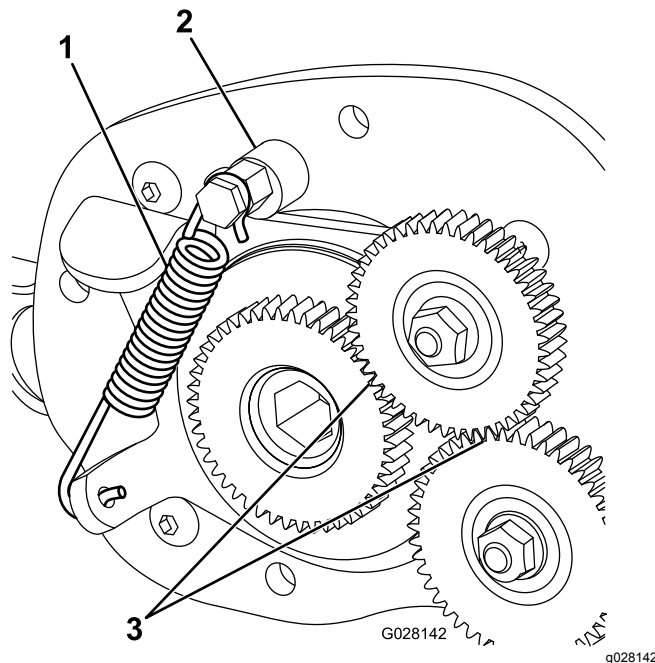

Рисунок 12
15. Установите пружину натяжения промежуточной шестерни (Рисунок 12).
16. Установив промежуточную шестерню в зацепление используйте инструмент для проверки зазора в свечах зажигания, чтобы убедиться в наличии зазора 0,38–0,45 мм между ведущей и фиксированной промежуточной шестернями (Рисунок 12).